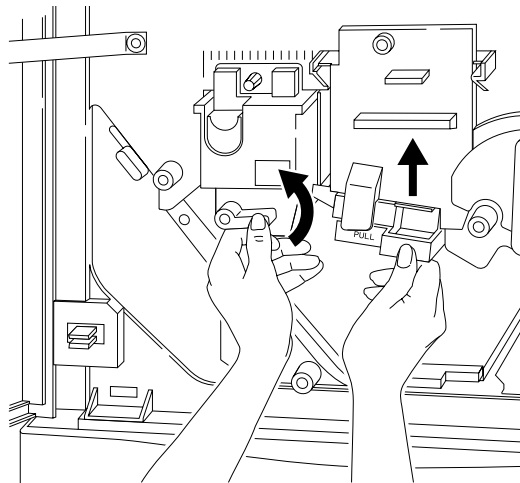

Abbildung 3-52 Schließen des Hebels 4 und Sichern der Übertragungseinheit
4. Nachdem Sie das Papier herausgenommen haben, heben Sie die Übertragungseinheit wieder an, bringen Sie den Hebel 4 wieder in seine ursprüngliche horizontale Position (siehe Abbildung 3-52), und schließen Sie die Tür.